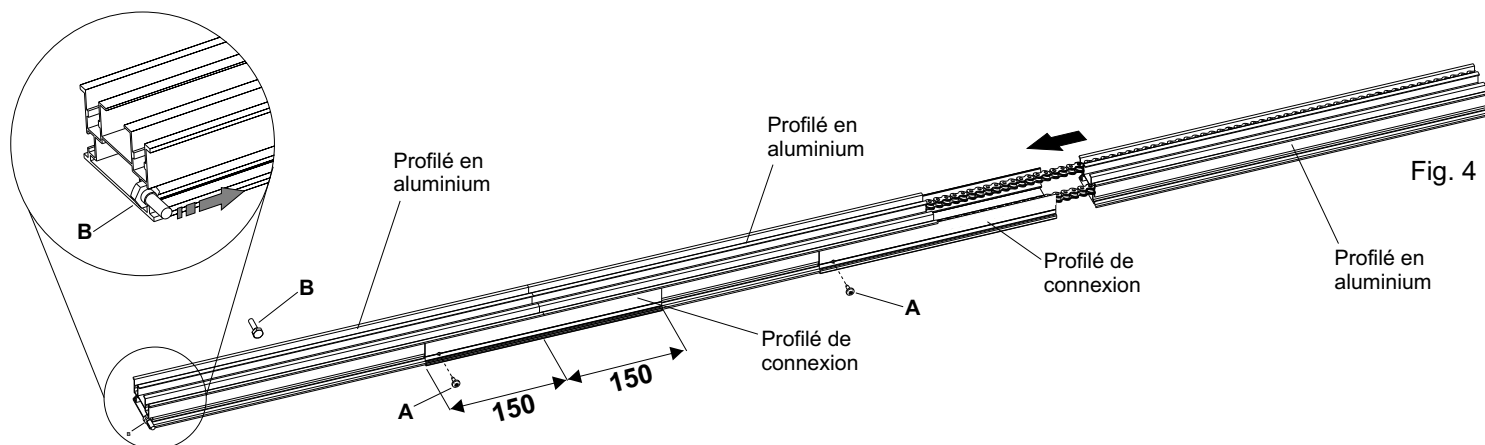

Fig. 4
- Insérer le profilé de connexion dans le profilé en aluminium pour la moitié de son longueur (150 mm) et fixer le avec la vis **A**. (Fig. 4).
- Insérer les deux écrous (**B**) fournis dans les fentes des profilés en aluminium (Fig. 4)
NOTA: Dans Fig. 4 il y a une couple de vis insérée dans les fentes qui servira pour fixer le CORONA au plafond à l'aide des brides spéciales. (Voir Fig. 7).